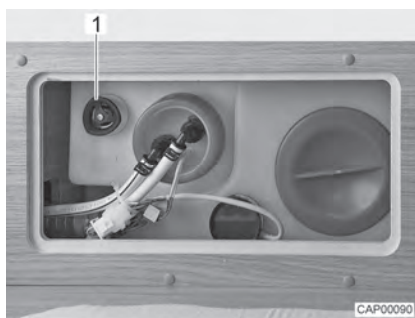

Bild 107 Vattentank med ratt
- Vrid ratten (Bild 107,1) på vattentanken medurs till stoppläget.
- Vrid ratten (Bild 107,1) på vattentanken moturs till motståndet. Vattnet rinner ut tills ca 20 liter är kvar.